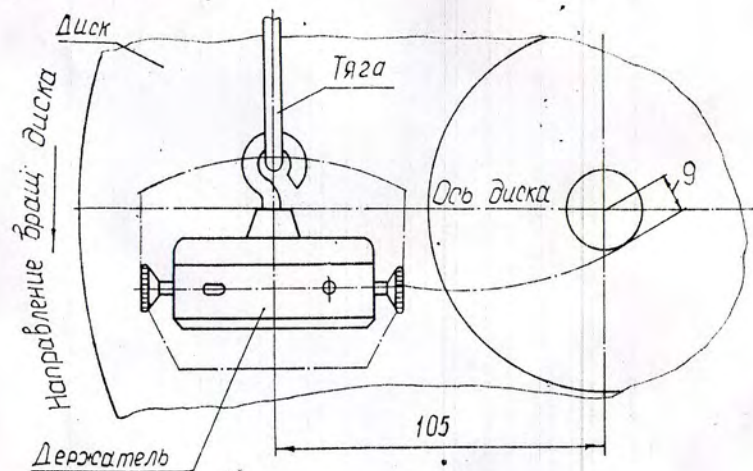

Рис. 2
5.4. Правильное положение держателя такое, когда расстояние от штифтов до центра диска (при прохождении держателя через центр диска) составляет 9 мм (рис. 2). Находясь в вертикальном положении, державка располагается в равном расстоянии между внутренней выточкой и наружным краем диска. Ось державки
должна находиться на расстоянии 105 мм от вертикальной оси электродвигателя (см. рис. 2).